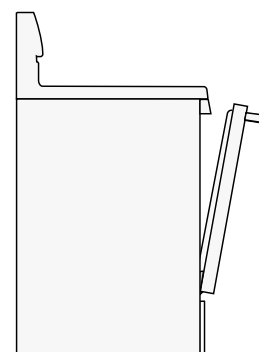

Fig. 2
6. **Laissez la porte du four ouverte** jusqu'à la position d'arrêt (fig. 2).